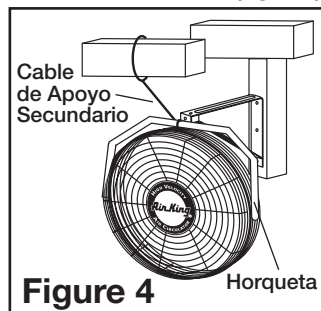

Figure 4
3. Wrap the other end of the Cable around a secure building joist, truss, or other support near the Fan (**Figure 4**). Take up all excess slack in the Cable.
3. Enroscar el otro cabo del Cable alrededor de una viga o armazón segura de la edificación, o de otro soporte cercano al Ventilador (Figure 4). Recoger todo lo del cable que quede sobrando.